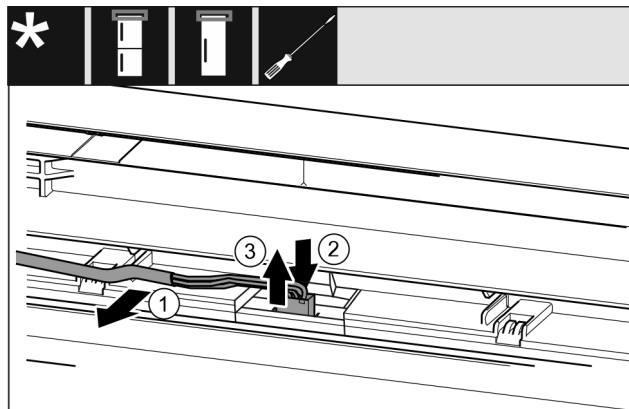

Fig. 20
- ▶ Iz vodila v vratih previdno potegnite sivi kabel. Fig. 20 (1)
- ▶ Spono za vtičem potisnite nazaj. Fig. 20 (2)
- ▶ Vtič previdno izvlecite navzgor. Fig. 20 (3)